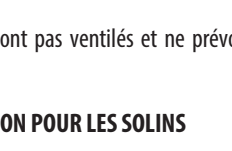

Figure 49 - Solin ajustable (F30)
Le Solin Ajustable (F30) est utilisé en conjonction avec le Collet de Solin (SC) pour les intempéries extérieures sur un toit avec une pente de 5° à 30°. Voir figure 49.